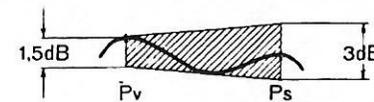

Fig. 4
- 4) Prelevare dal punto Q il segnale da inviare all'amplificatore verticale dell'oscilloscopio il cui amplificatore orizzontale va connesso all'uscita di BF del vobulatore; questo a sua volta regolato per la frequenza del canale su cui è predisposto il selettore, sarà connesso ai morsetti d'antenna attraverso le eventuali resistenze di adattamento. Il selettore corretto dovrà dare un responso come indica la figura 3 ed i segnali del marcatore, in corrispondenza alle frequenze delle portanti visione e suono di ciascun canale, dovranno apparire ai limiti del tratto orizzontale. Sono ammessi però gli scostamenti massimi indicati nelle figure 4 e 5.